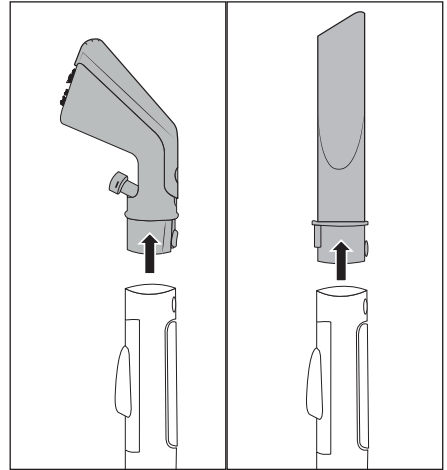

Afb. 7
- ◆ Pak het vuilwaterreservoir 7 vast aan de handgreep van het deksel 3 en trek het naar boven toe uit het apparaat (zie afb. 7).
- ◆ Trek de beide bevestigingslipjes iets naar buiten en neem het deksel **3** af (zie afb. 7).